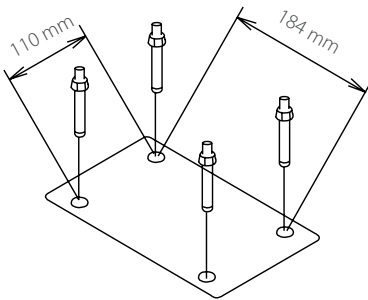

Figura 2-1
- 2) Introduzca los 4 pernos de expansión en la posición marcada, como se muestra en la figura 2-1.